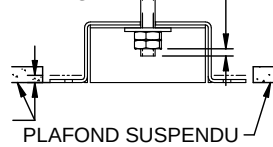

FIG 4.4
4. Insérer le boîtier du pilote à distance et la garniture sur la tige filetée pour que la garniture repose contre le plafond fini. Remarque : Le découpage dans le plafond doit être de 15 cm (6 po) de diamètre. Attacher l'ensemble avec une rondelle et deux écrous (fournis avec le produit) sur la tige filetée de 1/4-20. Le bas de la bride de la boîte de jonction doit être dans le plan ou en retrait de moins de 6 mm (1/4 po) du faux-plafond (voir Fig. 4.4).